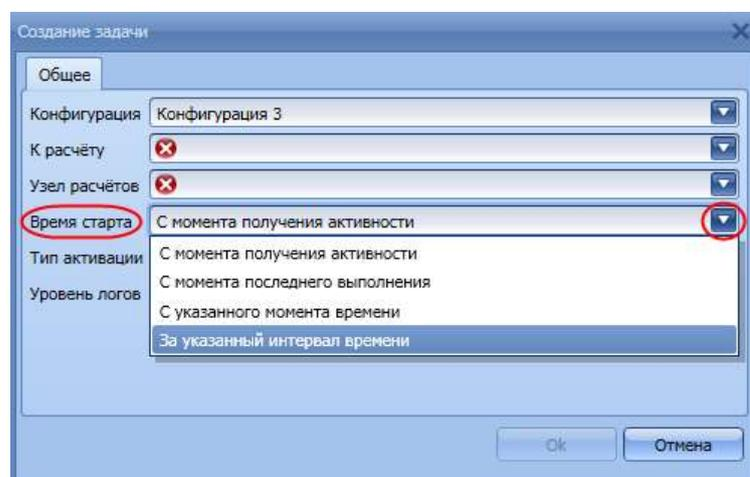

Рис. 5.48 Список типов Времени старта
- **Время старта** – значения параметров, которые будут взяты при старте задачи, Рис. 5.48.